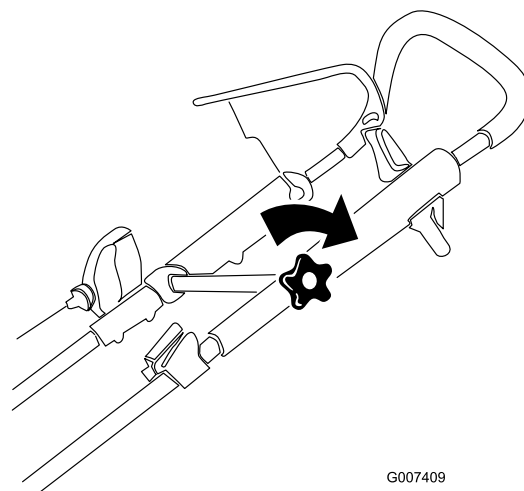

Figura 14
3. Serrate saldamente la manopola della sezione superiore della stegola (Figura 14).